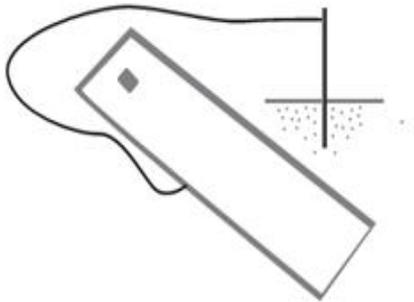
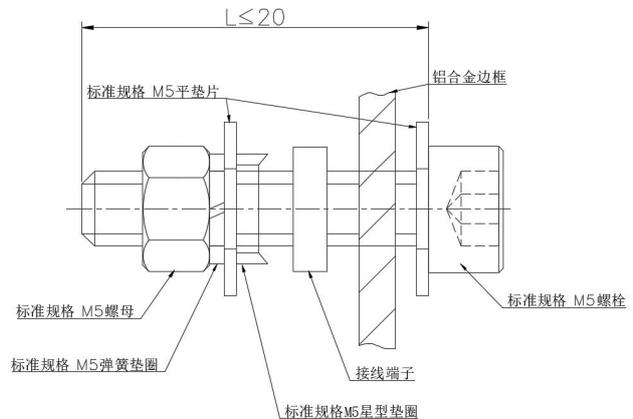

图 9 组件接地图
图 10 接地螺栓安装示意图
4.1.3 组件铝边框和组件支架必须接地，如图 9 所示，每个组件均有接地孔，并在边框上做标记（建议每个组件的串联/并联必须接地一次）。接地螺栓安装方式如图 10 所示。接地线和边框将通过预留接地孔可靠接地，通过安装螺栓 M5×10~15 匹配平垫圈、弹簧垫圈和螺母。组件和接地线应通过接线头完美连接。可安装负极接地逆变器，防止 PID 现象。